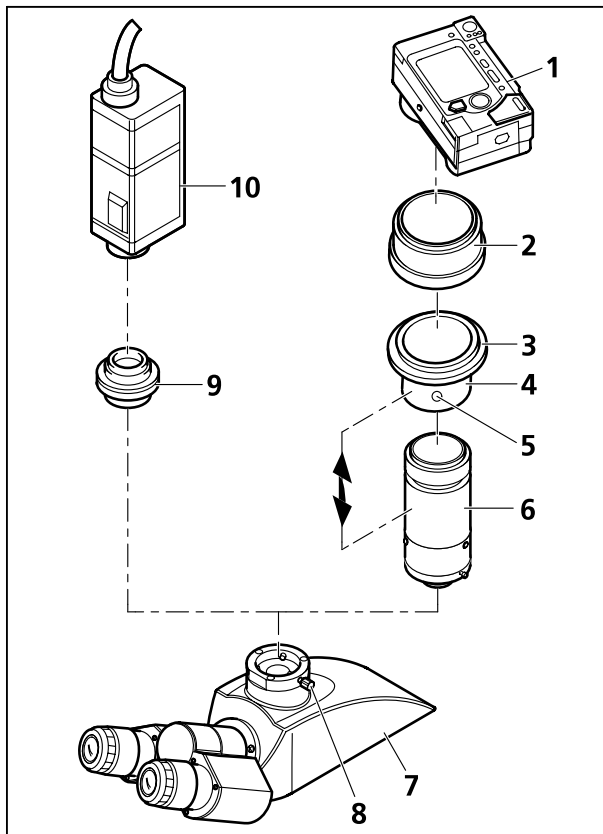

Рисунок 32 Установка фотокамеры
- При необходимости привести фототубус в рабочее положение (Рисунок 32/7) (смотри раздел 3.5.1).
- Ослабить зажимный винт (Рисунок 32/8) и снять пылезащитный колпак с фототубуса.
- Подвижная оправа (Рисунок 32/4), резьбовое адаптерное кольцо M37/52 (Рисунок 32/3) и оправа линзы (Рисунок 32/6) поставляются как предварительно смонти-рованный «адаптер Р95 M37/52x0,75 для цифровой фотокамеры». Рисунок рядом показывает этот блок в разобранном виде. Кроме того, с подвижной оправы (Рисунок 32/4) можно отвинтить резьбовой кольцо-вый адаптер M37/52 (Рисунок 32/3) (не изображён), что позволяет подсоединить фотокамеру с резьбой M37.
- Установить адаптерное кольцо (Рисунок 32/2) (входит в объём поставки фотокамеры) к фотокамере (Рисунок 32/1) (смотри инструкцию по обслуживанию фотокамеры).
- Винтить блок, состоящий из подвижной оправы (Рисунок 32/4), резьбового адаптерного кольца M37/52 (Рисунок 32/3) и оправы линзы (Рисунок 32/6), в адаптерное кольцо (Рисунок 32/2).
- Вставить фотокамеру с адаптером до упора в фототубус, выставить и зафиксировать её с помощью зажимного винта (Рисунок 32/8).
- В зависимости от конфигурации микроскопа или типа используемой фотокамеры может потребоваться оптимизация расстояния между камерным объективом и оправой линзы (Рисунок 32/6) (смотри двойную стрелку), в частности тогда, когда уже невозможно получить необрезанное изображение по всему диапазону варьирования фокусного расстояния камерного объектива. В таком случае необходимо поступить следующим образом:
- Ослабить резьбовой штифт (Рисунок 32/5).
- Варьировать фокусировку камерного объектива от широкоугольной (W) до телесъёмки (T).
- Резьбовой штифт снова затянуть (Рисунок 32/5).
Фотокамеры, оснащённые резьбой «C-Mount», присоединяются к фототубусу микроскопа с помощью адаптера «P95-C 2/3» 0,65x или «P95-C 1/2» 0,5 (Рисунок 32/9).
- Вставить фотокамеру (Рисунок 32/10) вместе с подходящим адаптером (Рисунок 32/9) до упора в фототубус, выставить и зафиксировать с помощью зажимного винта (Рисунок 32/8).